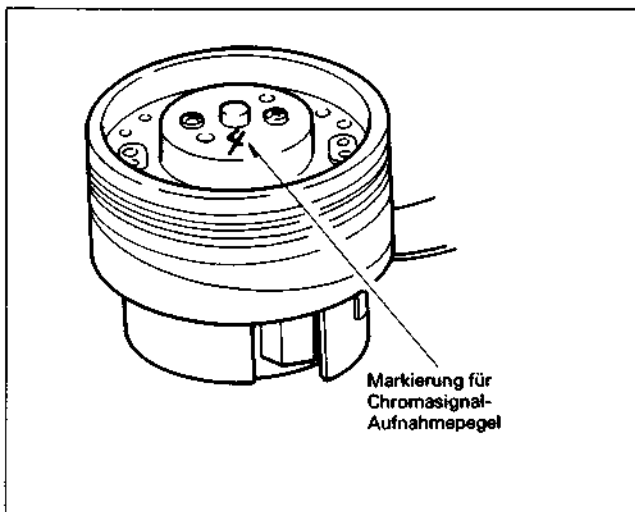

Abb. 4.107 Markierung an der oberen Kopftrommel
7. Die an der oberen Kopftrommel angegebene Nummer kontrollieren (siehe Abb. 4.107).